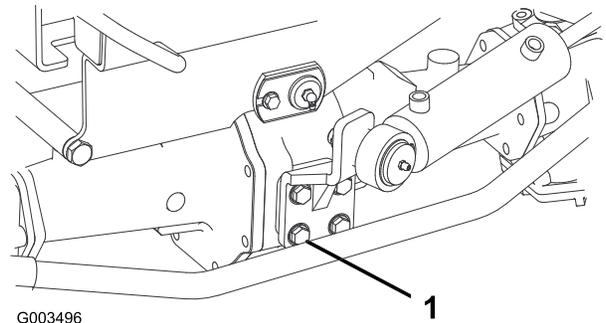

Bild 69
2. Ziehen Sie die vier Schrauben der Halterung des Lenkzylinders (Bild 69) auf 65-81 Nm an.